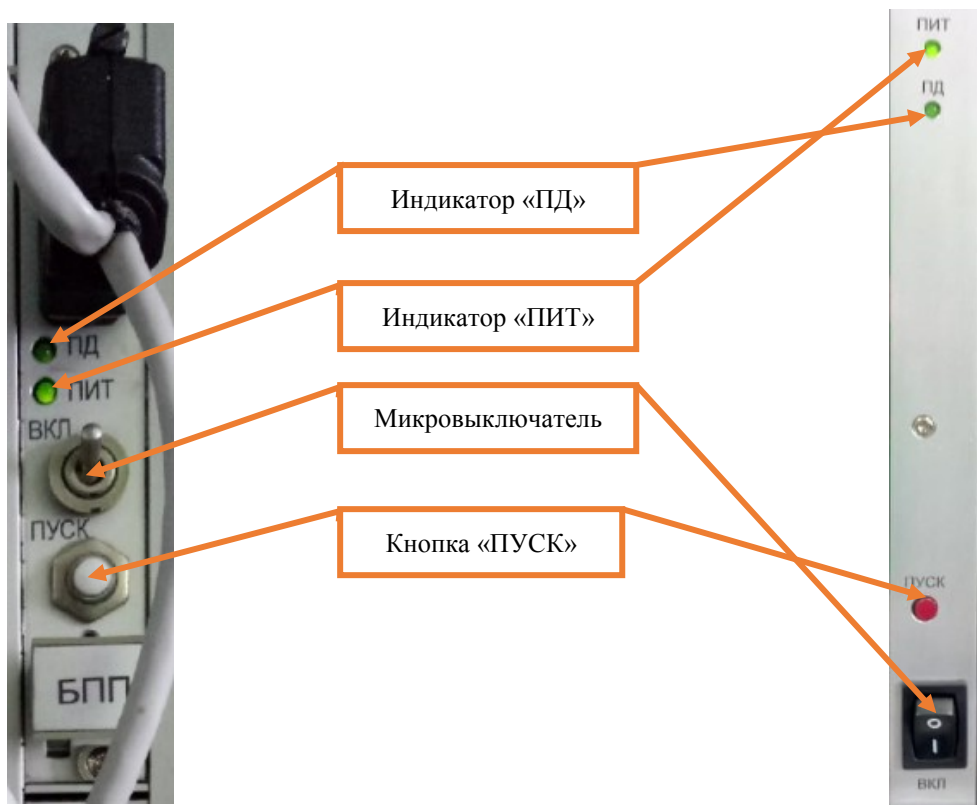

Рисунок 14. Включение блока БПП.
7.3.11 На заменяемом блоке перевести микровыключатель в верхнее положение или положение «1» (в зависимости от исполнения блока) и включить блок, при этом должен загореться зеленым цветом индикатор «ПИТ» (Рисунок 14).
7.3.12 Нажать кнопку «ПУСК» и запустить блок БПП (Рисунок 14).
7.3.13 Проверить работу замененного блока по индикатору «ПД» (периодически мигает зеленым цветом) (Рисунок 14).